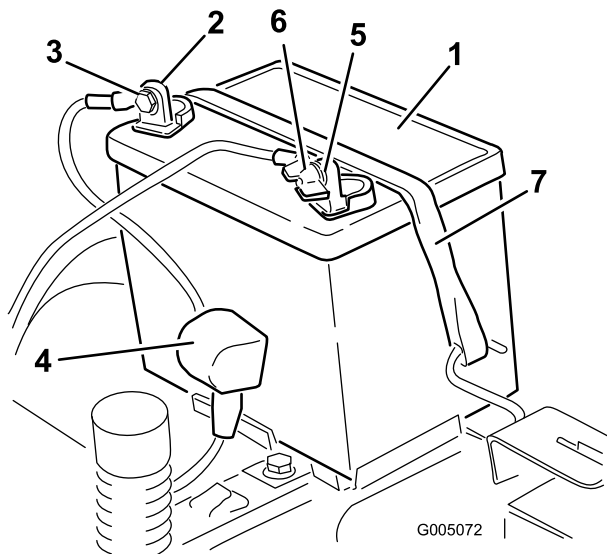

Figure 30
4. Débranchez le câble négatif (noir) de mise à la masse de la borne de la batterie (Figure 30). Mettez les fixations de côté.
- Repoussez le capuchon en caoutchouc sur le câble positif (rouge). Débranchez le câble positif (rouge) de la borne de la batterie (Figure 30). Mettez les fixations de côté.
- Enlevez la sangle de maintien de la batterie (Figure 30) et ôtez la batterie de son support.
- Placez la batterie dans son support en tournant les bornes vers la position de fonctionnement (Figure 30).
- Fixez la batterie en place à l'aide de la sangle de maintien (Figure 30).